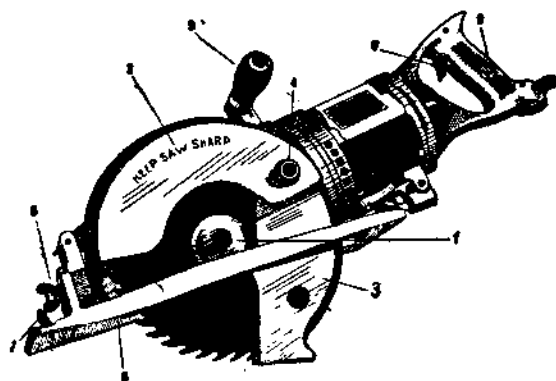

Рис. 30. Круглая пила.
Состоит (рис. 30) из двух дисков для поперечной и продольной распиловки, которые крепятся на пильный вал при помощи зажимной шайбы (1). Пильный диск с верхней стороны закрывается предохранительным коллаком (2), который неподвижно скреплен с коробкой двигателя, составляя одно целое с корпусом механизма. Снизу пильный диск закрывается подвижным коллаком (3), скрепленным с неподвижным коллаком при помощи болта (4). К нижней части корпуса при помощи шарнирного приспособления прикреплена опорная панель (5), служащая для направления движения пильного диска при работе.
Механизм управления (рис. 30) состоит из: а) выключателя куркового типа (6), помещенного в задней части ручки; б) направляющей линейки (7), служащей для направления движения пилы; в) регулятора высоты и угла пропила (8), который состоит из барашка, навинченного на винт и служащего для установки нужного пропила при работе; г) двух ручек (9), служащих для действия пилой при работе; д) тормозной кнопки, служащей для установки подвижного кожуха.